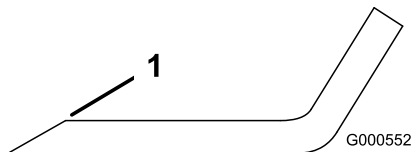

Figura 55
- Utilize uma lima para afiar aresta de corte em ambas as extremidades da lâmina (Figura 55).
Nota: Se lâmina não estiver equilibrada, lime algum metal da extremidade da aba apenas (Figura 55).